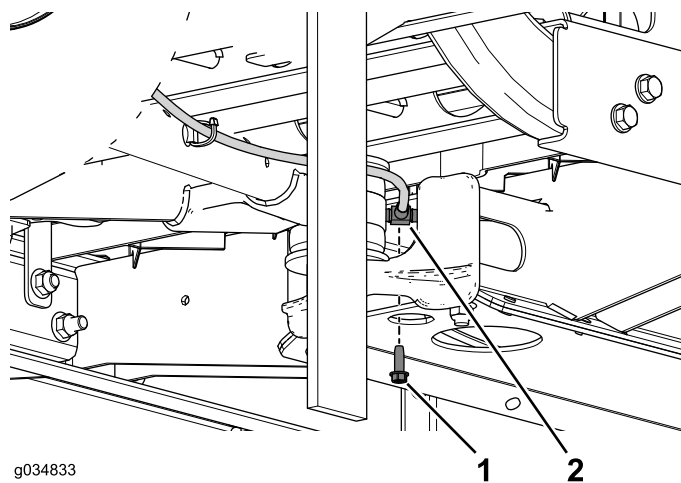

図 67
6. T字フィッティングをセンターチャネルに固定しているタッピングねじを取り外す 図 67。